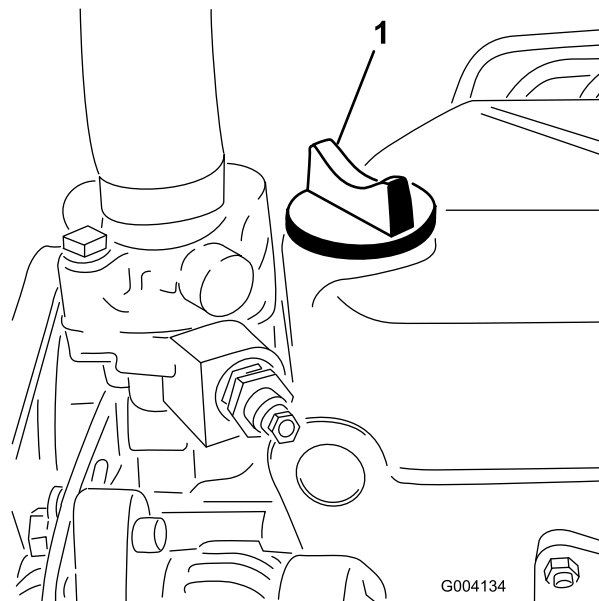

Рисунок 31
5. Если уровень масла ниже метки FULL (ПОЛНЫЙ), снимите крышку заливной горловины (Рисунок 31) и добавляйте масло, пока его уровень не достигнет отметки FULL (ПОЛНЫЙ) на масломерном щупе.